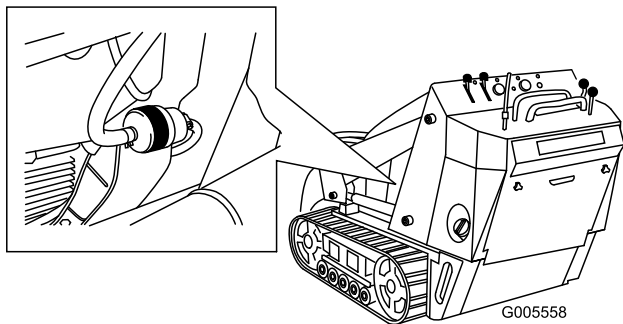

Figure 33
4. Raccordez les conduites d'alimentation de chaque côté du filtre avec des colliers (Figure 33).
5. Pincez les extrémités des colliers et faites glisser ceux-ci pour les éloigner du filtre (Figure 33).